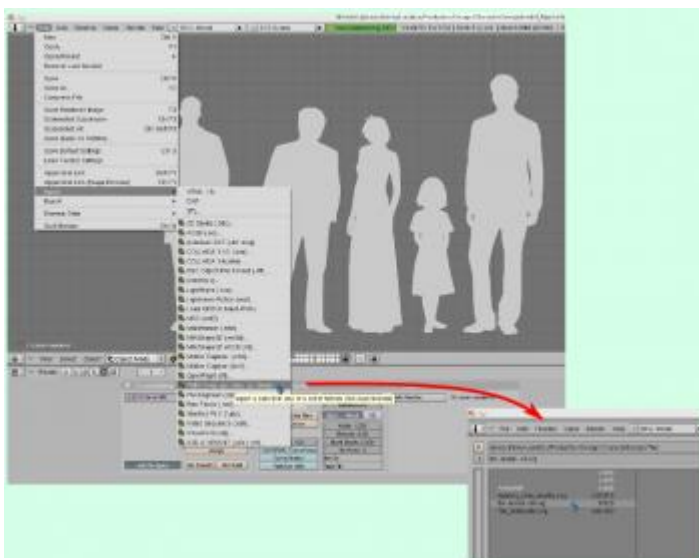

Figure 3 : J'ai importé les objets SVG dans Blender en tant que *curves*.
J'ai importé chaque SVG dans Blender en tant que *curves* (Figure 3). Il y avait huit personnages principaux (plus deux extras). Pour les mettre à la bonne taille (à l'échelle 1/100e, un mètre est réduit à un centimètre) j'ai décidé de prendre la convention qu'un *Bender Unit* (BU) serait égale à 1 cm. J'ai donc mis à l'échelle les courbes de cette façon.